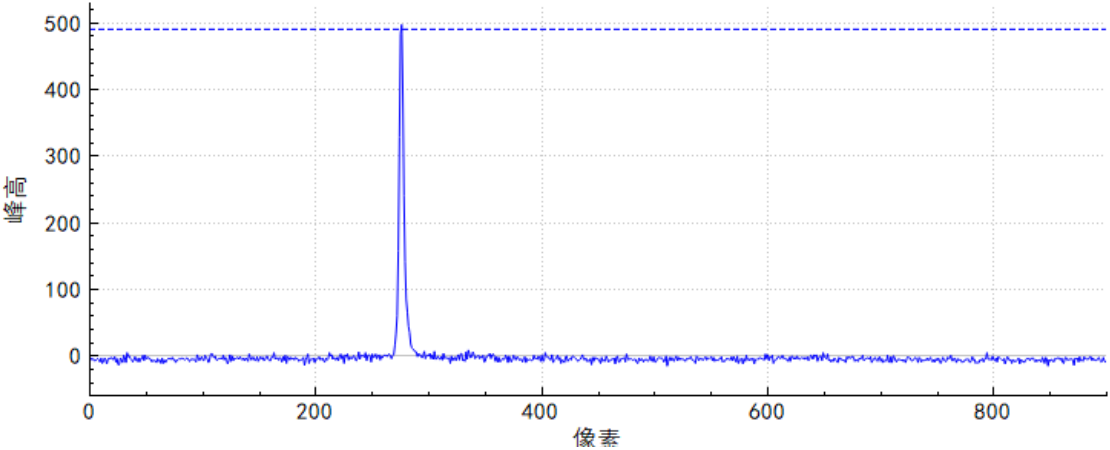

图 1、峰高度阈值与实际峰高度接近
1、实际测量时的高度可能不是完全稳定的，因此应该留有足够的余量。如图1所示，当峰高阈值在与实际峰高度接近时，实际峰高度可能时而大于时而小于峰高度阈值，导致测量数据时而有效时而无效；当峰高阈值与实际峰高度留有足够余量时，实际峰高度的跳动不会影响峰检测，如图2所示。